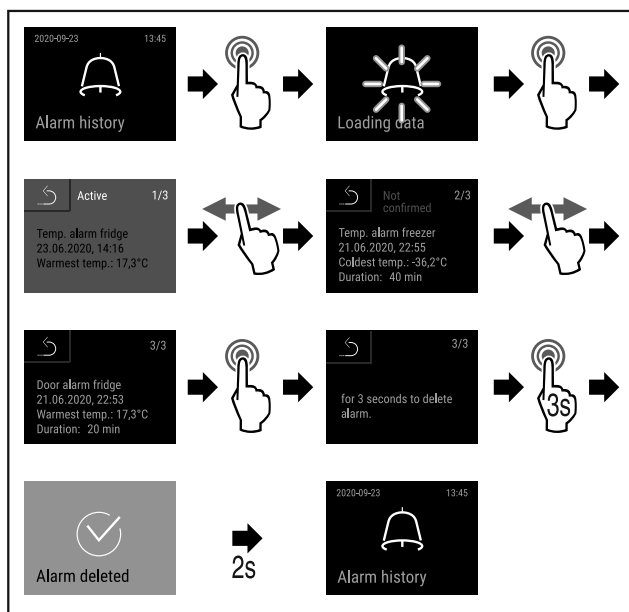

Fig. 156
- ▶ Eseguire i passi (vedere Fig. 156).